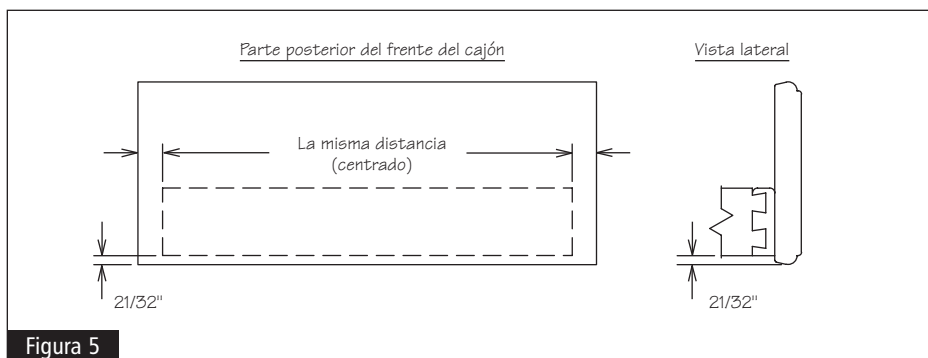

Figura 5
- Dibuje una línea horizontal en la parte posterior del frente del cajón, a 21/32" de la parte inferior. Coloque el nuevo cuerpo del cajón en la parte posterior del frente del mismo, alineando la parte inferior con la línea que acaba de dibujar, y centrando dicho cuerpo lado a lado (vea la figura 5).